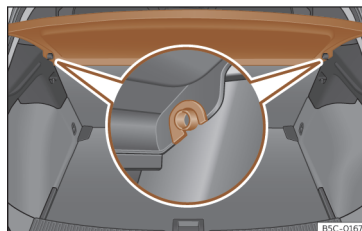

Fig. 182 Na bagageira: desmontar e montar a chapeleira.
- Desencaixe a chapeleira dos suportes laterais >>> **Fig. 182** puxando-a para cima e retire-a.
- Introduza a chapeleira horizontalmente fazendo coincidir a «fechadura» sobre o eixo dos suportes >>> **Fig. 182**, e pressione para baixo até que encaixe.